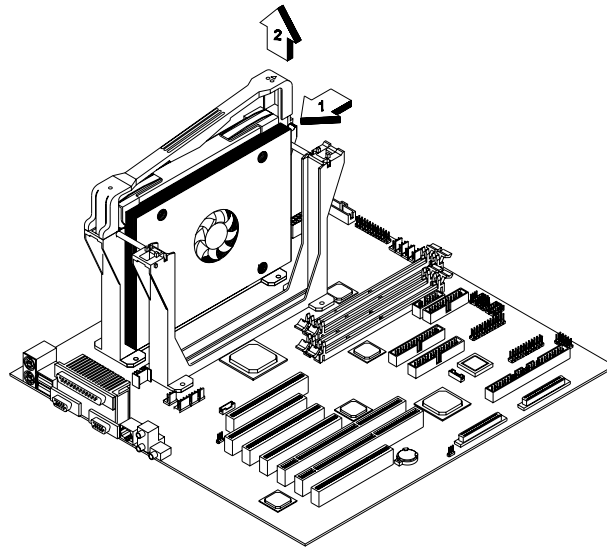

Abbildung 3-8 Abnehmen der Halterungsblende
2. Lösen Sie die Halterungsblende wie in Abbildung 3-8 gezeigt.